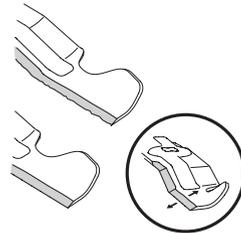

Figure 23
5. Pour aiguiser les lames, la même quantité de métal des deux extrémités des lames sur le côté tranchant. Aiguiser le bord tranchant sur toute sa longueur, parallèlement au bord arrière, soit à un angle de 25° à 30° (Figure 23).